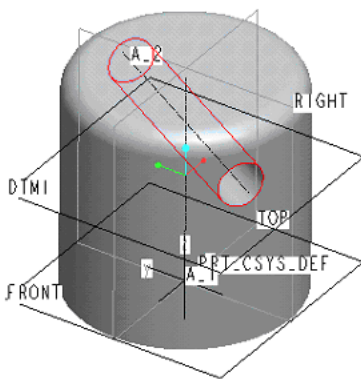

図 13-66 ツリー上での「穴 1」の選択
- ・ 「データム平面ツール」 をクリックして、FRONT 面よりオフセット 50 の位置にデータム平面を追加する。（図 13-66）